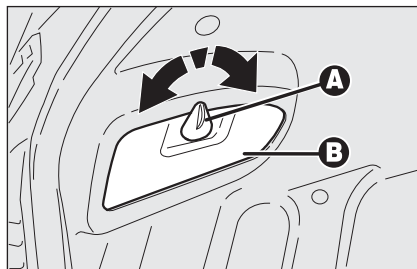

fig. 33
- tourner le dispositif **A-fig. 33** pour ouvrir le volet **B**;
- refermer le volet **B-fig. 33**.